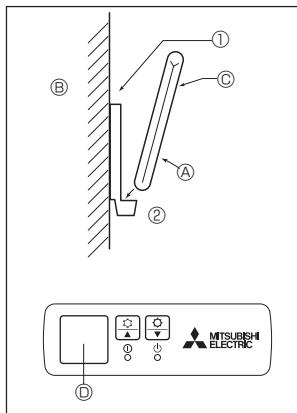
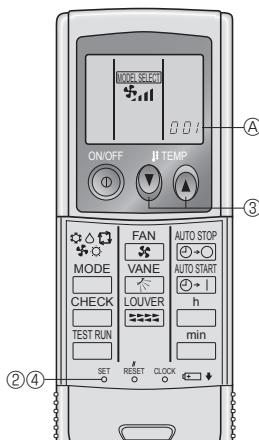

Fig. 6-2
Fig. 6-3
2) Método de instalación (Fig. 6-2)
- ① Fije el soporte del mando a distancia en el lugar deseado atornillándolo con tacos.
- ② Inserte la parte inferior del mando en el soporte.
- ③ Mando a distancia ④ Pared ⑤ Pantalla del mando ⑥ Receptor
3) Preparación inicial (Fig. 6-3)
- ① Introduzca las pilas.
- ② Pulse el botón SET con algún objeto puntiagudo.
- ③ Pulse el botón **⑦ ⑧** para seleccionar el número de modelo.
- Si se ha equivocado al efectuar la operación, pulse el botón ON/OFF ⑨ y vuelva a empezar desde el procedimiento ③.
- ④ Pulse el botón SET con algún objeto puntiagudo.